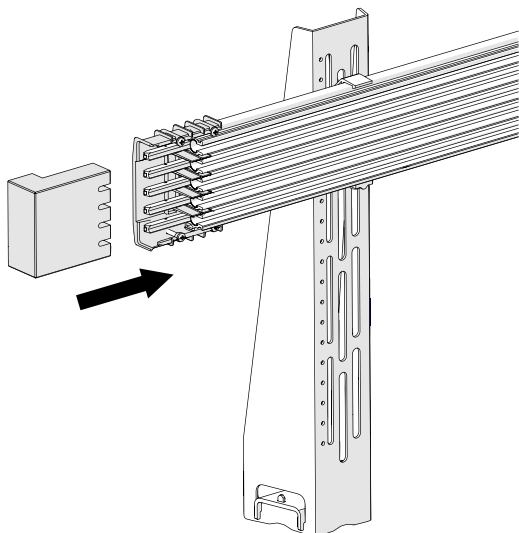
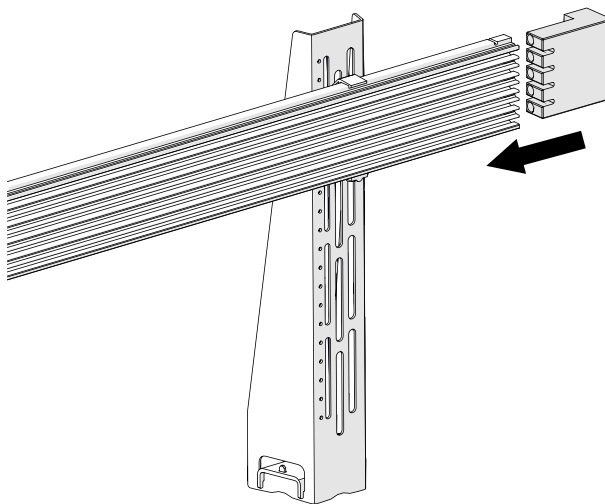
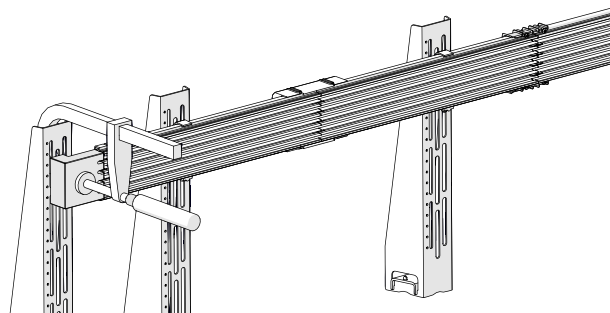

Fig. 16: Coulisser le bloc de montage sur la broche de raccordement
Fig. 17: Utiliser le bloc de montage à l'autre extrémité du rail
Fig. 18: Fixer le bloc de montage (n° de commande : 08-V015-0492-00x) avec un serre-joint.
Toujours utiliser un bloc de montage (08-V015-0492-00x) et un marteau en caoutchouc lors de l'assemblage (voir Fig. 16, Fig. 17 et Fig. 18) !
- Attacher un arrêt avant le rail conducteur (p. ex. un bloc de bois avec un serre-joint fixé) (voir Fig. 18).
- Devant le rail conducteur, fixer le bloc de montage (n° de commande : 08-V015-0492-00x) avec un serre-joint en tant que butée (voir Fig. 18). La variante du bloc de montage qui est utilisée dépend du nombre de pôles du rail conducteur. Au besoin, il faut installer temporairement une console supplémentaire pour la fixation du bloc de montage.
1. Pousser le côté broche manuellement au-dessus du rail ouvert jusqu'à la butée (voir Fig. 18).
→ Enlèvement du bloc de montage (voir Fig. 18).